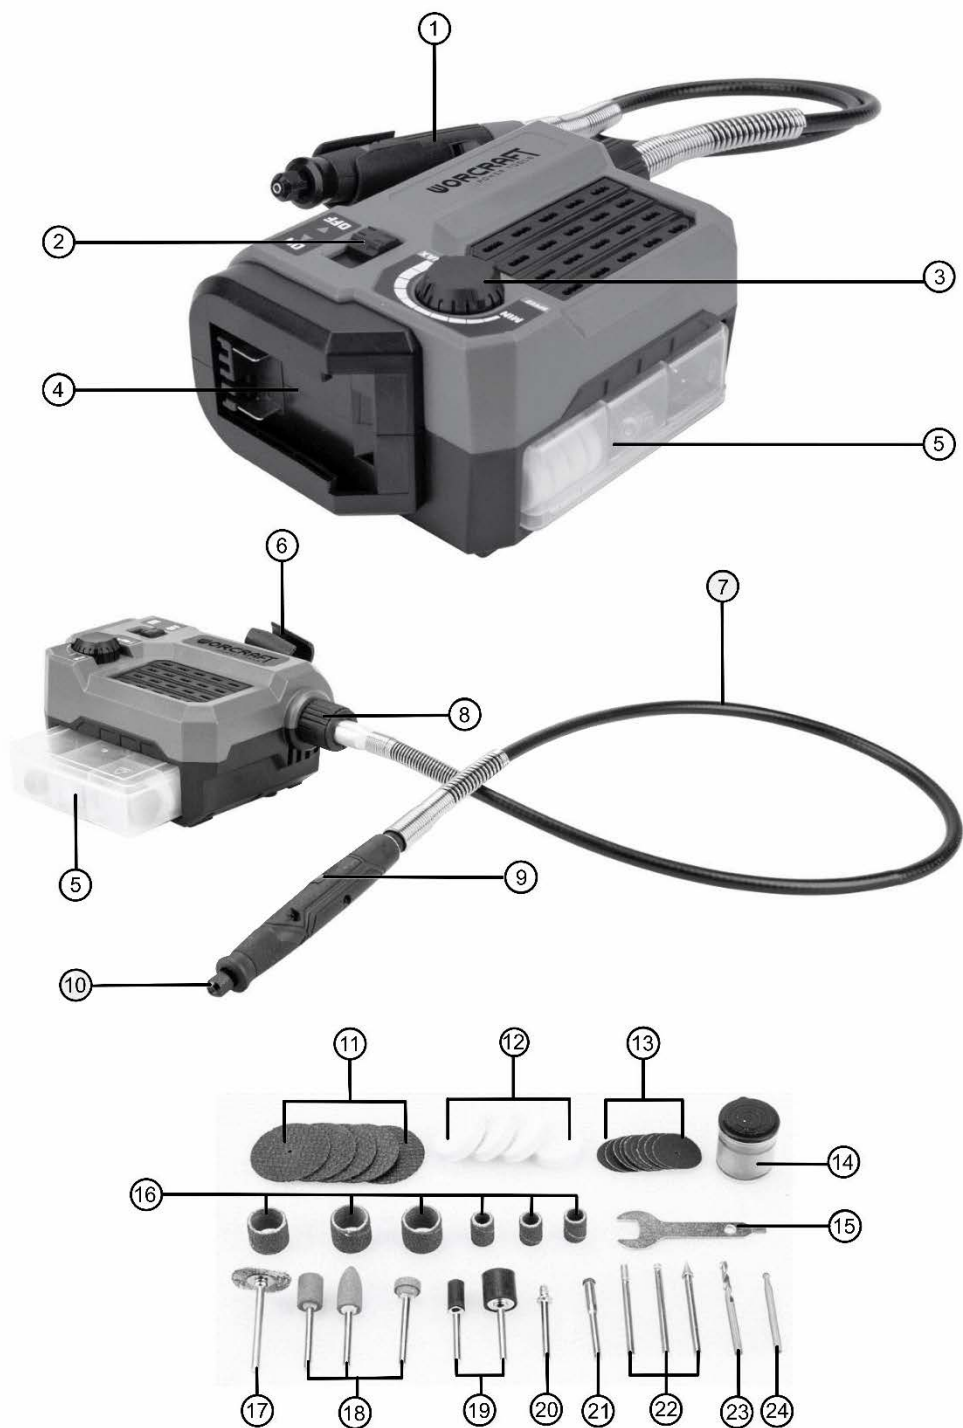

Рисунок 1
Встановіть тримач (6, рисунок 1) для рукоятки гнучкого валу у відповідне місце на бічній частині корпусу виробу, як це показано на рисунку 2. Перевірте надійність фіксації тримача.
- загвинтіть гайку фіксування (8, рисунок 1) за годинниковою стрілкою (дивіться рисунок 3.2), щоб надійно закріпити гнучкий вал (7, рисунок 1).
- заблокуйте вал, посунувши вперед стопорну кнопку валу (9, рисунок 1), а потім послабте гайку затискної цанги (дивіться рисунок 4.1) за допомогою гайкового ключа (15, рисунок 1);
- щоб встановити акумуляторну батарею, вставте її у роз'єм для під'єднання (4, рисунок 1). Після того, як пролунає характерне клацання, батарея буде надійно зафіксована (дивіться рисунок 5);
- посуňte перемикач (2, рисунок 1) в положення «Увімк» («ON») для запуску електродвигуна виробу;
- для вимкнення гравера посуňte перемикач (2, рисунок 1) в положення «Вимк» («OFF»).
Швидкість обертання цанги можна регулювати залежно від матеріалу, який обробляється, і виду насадки, яка використовується для обробки. При повороті рукоятки регулятора (3, рисунок 1) за годинниковою стрілкою швидкість збільшується, проти годинникової стрілки – зменшується.